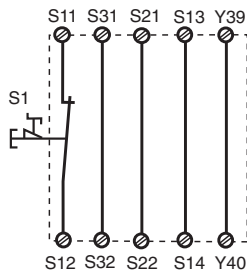
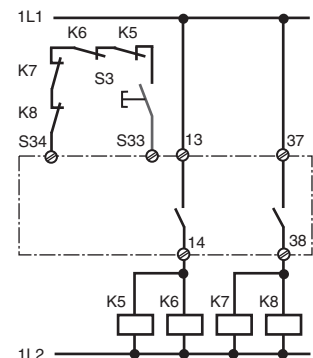

Fig. 2: Circuito de entrada monocanal, automat. rearme/Circuito di entrata monocanale, start automat./Eenkanalig ingangscircuit, automatische start
Fig. 10: como la Fig. 9 con rearme supervisado/come fig. 9 con start controllato/ Zoals fig. 9 met bewaakte start
En las fig. 2... a fig. 10 se presentan ejemplos de conexión posibles; paro de emergencia. Los cortocircuitos a través del paro de emergencia también son detectados.
- Fig. 2 y 7: S33-S34 **no** conectado
In fig. 2 ... fig. 10 sono riportati degli esempi di collegamento per il cablaggio di arresto d'emergenza con start automatico e manuale, per il comando delle porte di sicurezza, nonché per la moltiplicazione dei contatti mediante relè esterni.
- Fig. 2 e 7: **nessun** collegamento S33-S34
In fig. 2 ... 10 worden aansluitvoorbeelden gegeven van noodstopshakelingen met automatische en bewaakte start, hekbewakingen en contactvermeerdering d.m.v. externe magneetschakelaars.
- Fig. 2 en 7: **geen** verbinding S33-S34